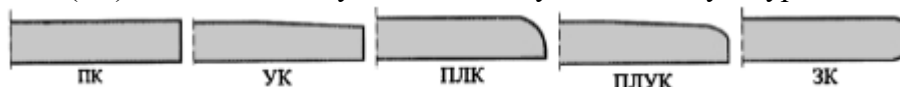

Рис. 5. Формы продольных кромок
*По форме продольных кромок гипсокартонные листы различаются (рис. 5):*